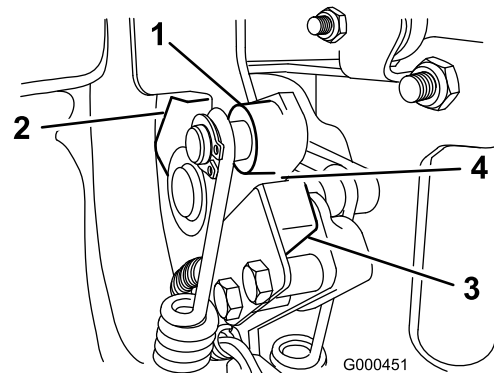

Figura 28
2. Engrane la palanca de tracción hasta que entre en contacto con el tope de punto muerto (Figura 28).
3. Afloje las fijaciones del interruptor de seguridad (Figura 28).
4. Coloque un suplemento de 0,8 mm de grosor entre la palanca de tracción y el interruptor de seguridad (Figura 28).